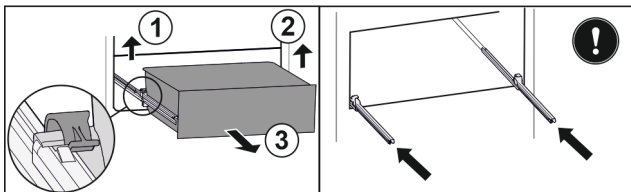

Fig. 231
- Ngrini lart kapësen e majtë dhe në të njëjtën kohë tërhiqni nga përpara sirtarin e majta. Fig. 231 (1)
- Ngrini lart kapësen e djathtë dhe në të njëjtën kohë tërhiqni nga përpara sirtarin nga e djathta. Fig. 231 (2)
- Hiqni sirtarin nga përpara. Fig. 231 (3)